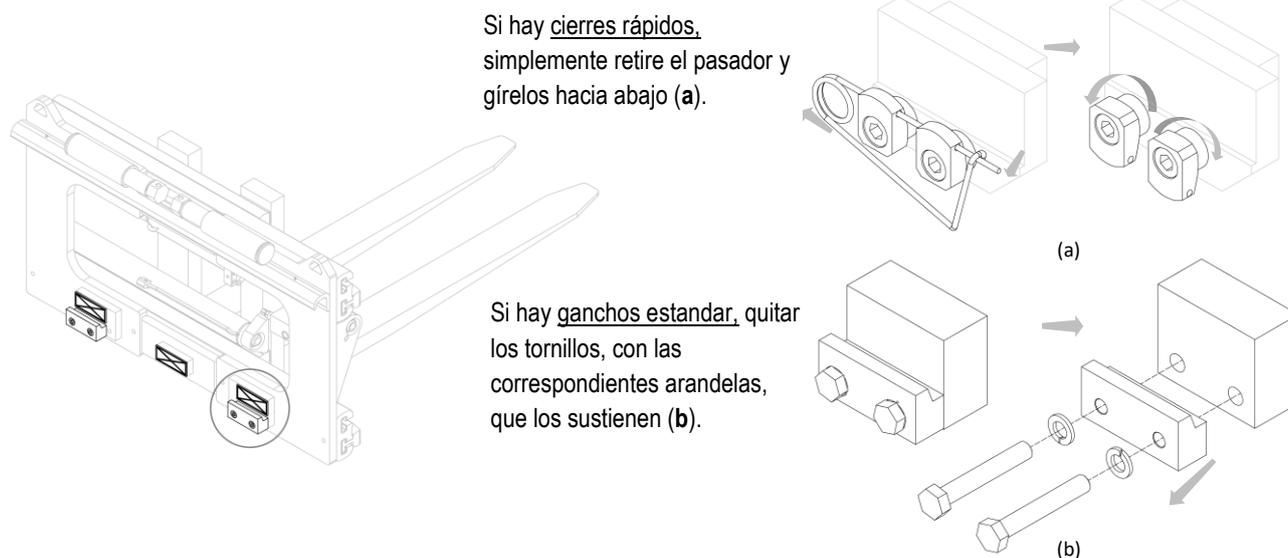

Figura 6
5. Quitar los ganchos inferiores del equipo y lubricar las deslizaderas (mira *Figura 6*).